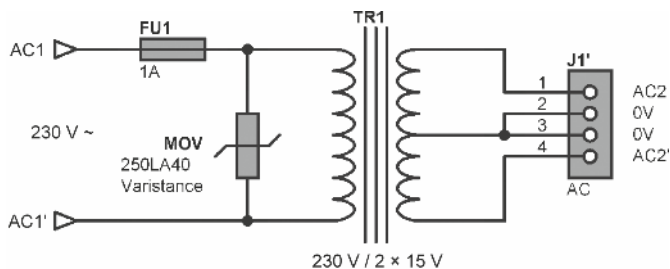

Figure 6.4
**Tentatoo** – Tout ce que vous dites là est juste, en effet. Le transformateur est placé à part, il ne prend pas place sur le circuit imprimé, et c'est pourquoi il est dessiné séparément, comme le montre le schéma donné à la **figure 6.4**. Ce choix vous permet de choisir le modèle qui vous convient, traditionnel à étrier ou torique. L'enroulement secondaire du transformateur doit bien être raccordé sur les bornes du connecteur J1.